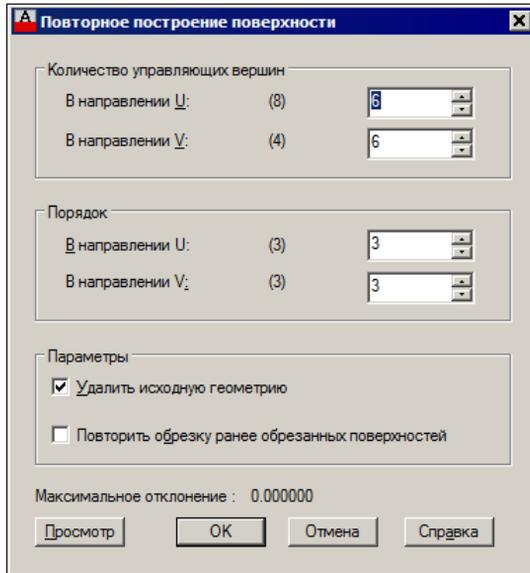

Рис. 10.108. Диалоговое окно Повторное построение поверхности
- ◆ УВПЕРЕСТРОИТЬ (CVREBUILD) — перезадать параметры уравнения () с помощью диалогового окна **Повторное построение поверхности** (Rebuild Surface) (рис. 10.108).